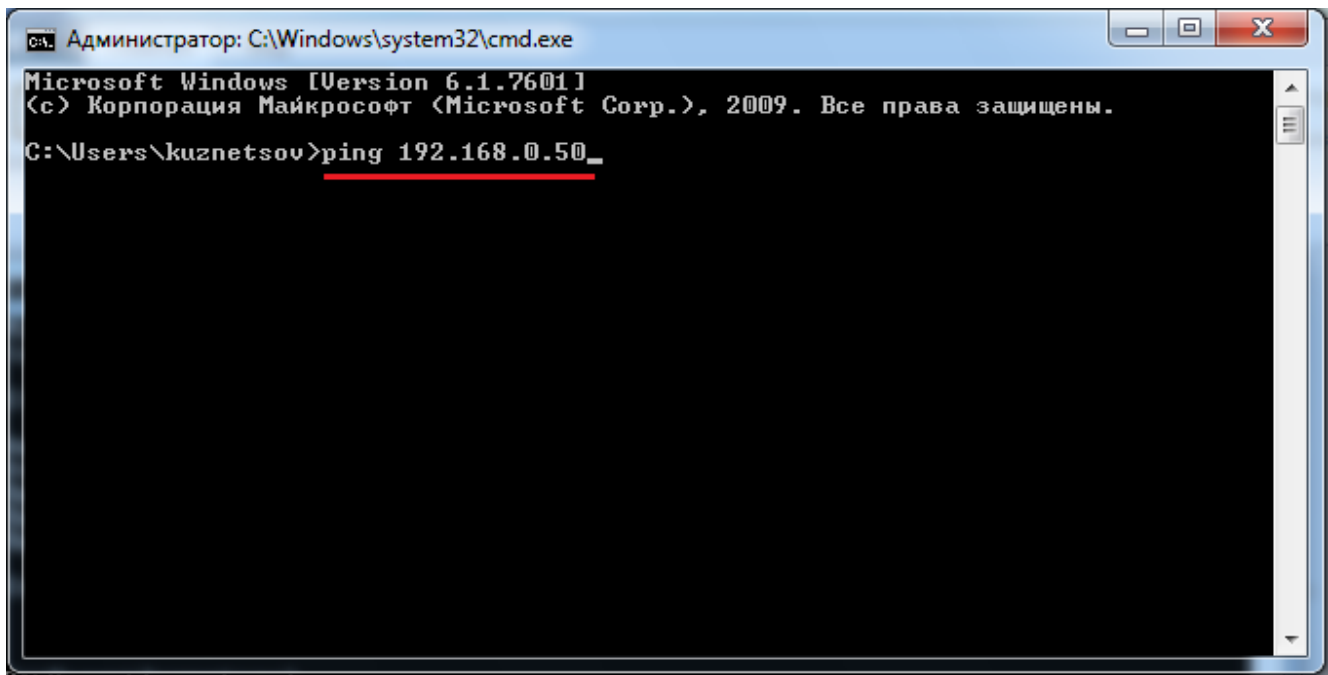

Рисунок 36. Окно «Администратор»
- нажать «**OK**». В появившейся командной строке, см. Рисунок 36, вводим команду «**ping**», пробел и адрес контроллера «**192.168.0.50**»: